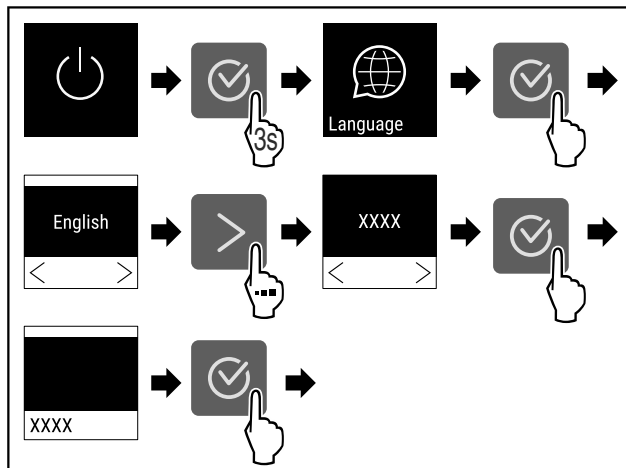

Fig. 55
- ▶ Vykonajte kroky akcie (pozri Fig. 55).